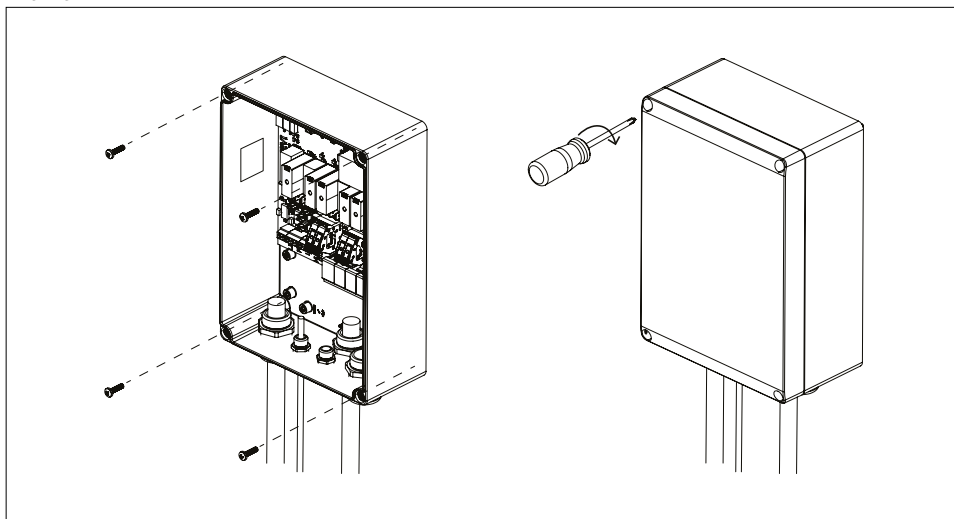

Bild 6.3-2. Att fästa styrenheten och locket på väggen.
11. Locket till effektenheten stängs och lockets skruvar dras åt (bild 6.3-2).